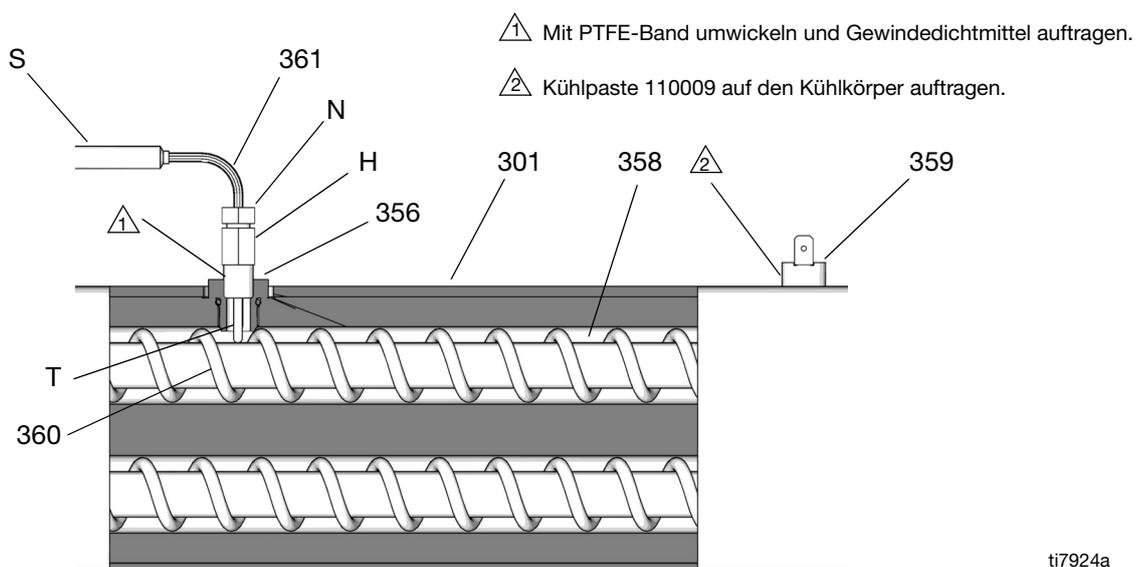

ABB. 8: Thermoelement
7. Siehe ABB. 8. Klemmringmutter (N) lösen. Thermoelement (361) aus dem Heizelementgehäuse (351) entnehmen, dann Thermoelementgehäuse (H) abnehmen. Entfernen Sie den Thermoelementadapter (356) nicht, solange es nicht erforderlich ist. Muss der Adapter entfernt werden, stellen Sie sicher, dass der Mischer (360) nicht im Weg steht, wenn Sie den Adapter wieder einsetzen.
8. Das Thermoelement wieder anbringen, ABB. 8.
- a. Das Schutzband von der Thermoelementspitze (T) entfernen.
- b. PTFE-Band und Gewindedichtmittel auf das Außengewinde auftragen und das Thermoelementgehäuse (H) in den Adapter (356) einschrauben.
- c. Thermoelement (361) einschieben, so dass die Spitze (T) das Heizelement (358) berührt.
- d. Das Thermoelement (T) gegen das Heizelement halten, die Klemmringmutter (N) festziehen und um eine weitere 1/4 Umdrehung anziehen.
9. Kabel (S) in den Schaltschrank verlegen und wie zuvor in das Kabelbündel führen. Die Kabel wieder an der Steuerkarte anschließen.
11. Die Heizelemente A und B zum Testen gleichzeitig einschalten. Die Temperaturen sollten mit gleicher Geschwindigkeit ansteigen. Falls ein Heizelement zu tief ist, die Klemmringmutter (N) lösen und das Thermoelementgehäuse (H) festziehen, um sicherzustellen, dass die Spitze des Thermoelements (T) das Element (358) berührt.
5. Ein Anschlusskabel vom Überhitzungsschalter (359) trennen, ABB. 8, Seite 33. Mit Ohmmeter zwischen Kabel und Schalter testen. Der Widerstand muss etwa 0 Ohm betragen.
6. Wenn der Schalter den Test nicht besteht, die Leitungen und Schrauben entfernen. Den defekten Schalter entsorgen. Wärmeleitpaste 110009 auftragen, den neuen Schalter an derselben Position am Gehäuse (351) anbringen und mit Schrauben (311) sichern. Die Kabel wieder anschließen.